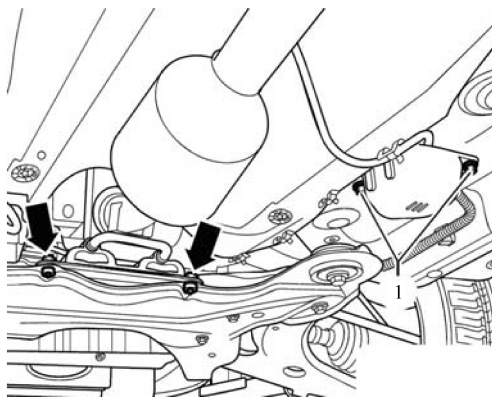

图 6-4 拆卸支架螺栓
② 拆卸排气前管的支架螺栓，如图 6-4 箭头所示。
③ 旋出螺母 1。